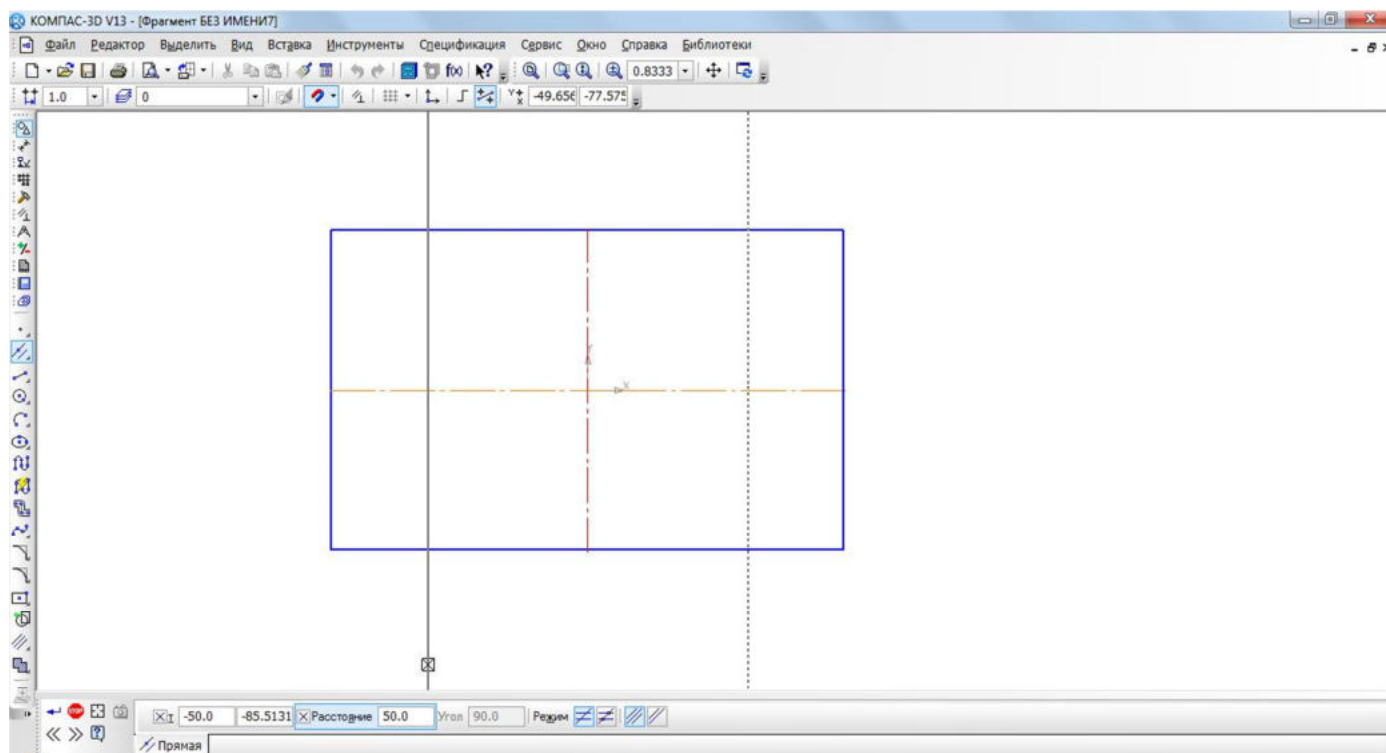

Рис. 6
- введите параметры в поле **расстояние** – 50 (считается расстояние от осевой линии вправо и влево, потому что на чертеже между окружностями 100 мм) панели **Свойств** и нажмите **<Enter>** (рис. 6);
- по умолчанию система предлагает фантомы прямых, расположенных на заданном расстоянии по обе стороны от базового объекта. При этом в группе **Количество прямых** активен переключатель **Две прямые**. Текущий вариант оформлен сплошной линией и помечен специальным системным символом в виде перечеркнутого квадрата (рис. 6). Второй вариант оформлен пунктирной линией. Система не знает, какая из прямых (или обе) нужна для построения. Любой из вариантов можно сделать текущим простым щелчком ЛКМ по прямой;
□ щелкните ЛКМ по специальному системному символу в виде перечеркнутого квадрата или по кнопке **Создать объект** –  на Панели специального управления (рис. 6), система сама построит текущий вариант. Так как нам необходимы оба варианта, повторно щелкните ЛКМ по специальному системному символу в виде перечеркнутого квадрата, который переместился на другую прямую или по кнопке **Создать объект** –  на Панели специального управления. Таким образом зафиксируйте фантомы обеих прямых;